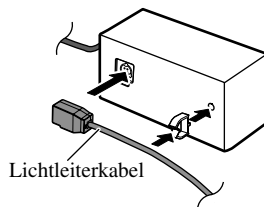

Abb. 7
2. Das Lichtleiterkabel an der Lichtleiterkabel-Anschlussbox anschließen. (Abb. 7)